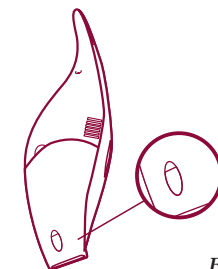

Fig. 9
- Contrôlez fréquemment le niveau de liquide dans le collecteur: le regard situé sur sa partie inférieure vous indiquera le niveau. Tenir l'appareil à la verticale avec le suceur vers le bas. (fig. 9)